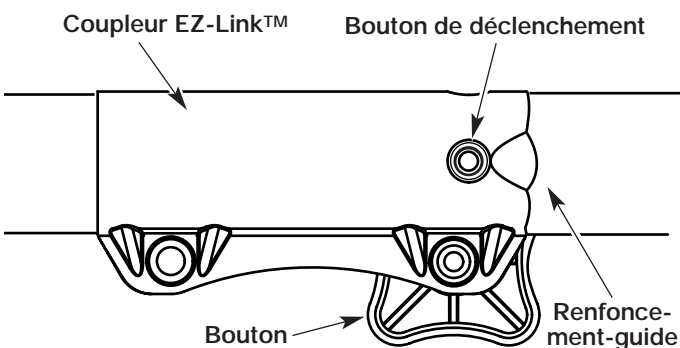

Fig. 9
1. Dévissez le bouton vers la gauche (Fig. 9).
2. Appuyez sur le bouton de déclenchement et maintenez-le enfoncé (Fig. 9).
**NOTE** : aligner le bouton de déclenchement avec le renforcement-guide facilitera l'installation (Fig. 9).